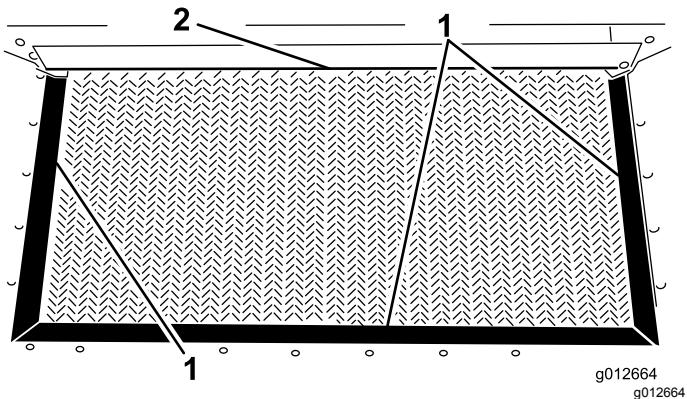

Рисунок 27
- Проверьте уплотнения бункера и кромку затвора на наличие износа или истертых краев (Рисунок 27).